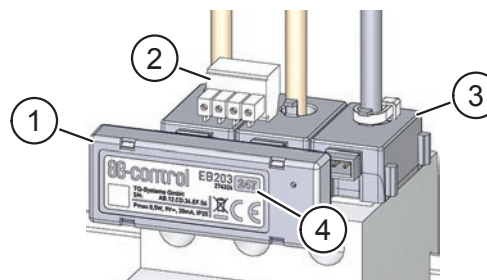

Fig. 5: Enchufar el Sensorbar en los sensores de corriente
- ▶ Enchufe el Sensorbar (Pos. 1 en Fig. 5) en los sensores de corriente interconectados (Pos. 2 en Fig. 5) y el conector Molex (Pos. 3 en Fig. 5).
- ▶ Observe que los Sensorbars interconectados pueden tener diferentes direcciones (Pos. 4 en Fig. 5).